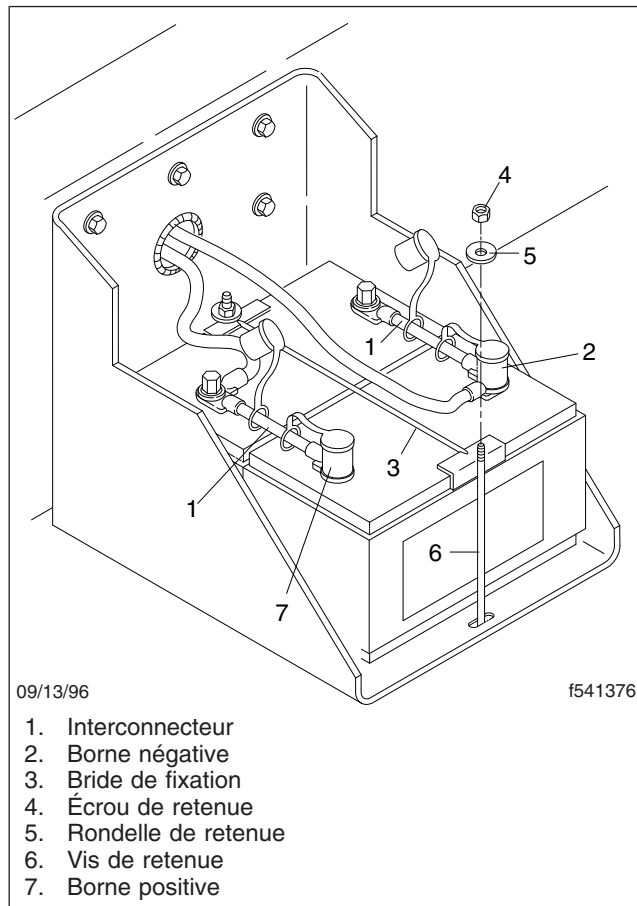

Fig. 2, Batterie uSTART
6. Retirez les fixations du dispositif de retenue des batteries et la bride de fixation, puis retirez l'uSTAR du boîtier de batterie et mettez-le de côté. Reportez-vous à la figure 2.
2. Installez la bride de fixation des batteries, puis serrez les fixations du dispositif de retenue à un couple entre 1 224 et 1 632 N·cm (entre 9 et 12 lbf·pi). Reportez-vous à la figure 2.